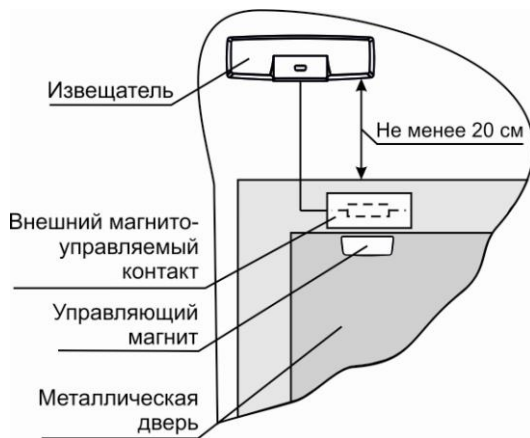

Рисунок 5
**8.1.4** Вариант размещения извещателя для блокировки металлической двери (рисунок 5).
• Для контроля **только внешних** магнитоуправляемых контактов (рисунок 5) установить переключку на вилку **Ext**, снять переключку с вилки **Int**.